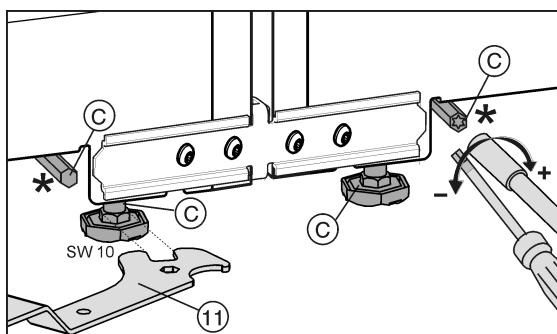

Fig. 26
Las patas de ajuste delanteras se pueden ajustar con la llave de boca Fig. 26 (11) suministrada y las patas de ajuste traseras* con un adaptador de broca 1/4".